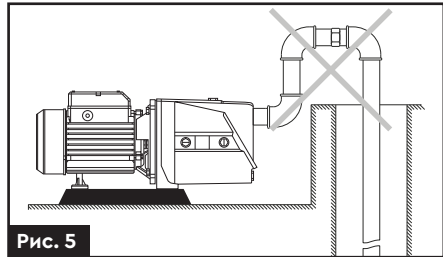

Рис. 5
- На вхідному трубопроводі має бути якомога менше вигинів для безперешкодного проходження води у вхідний отвір насоса (рис. 5).